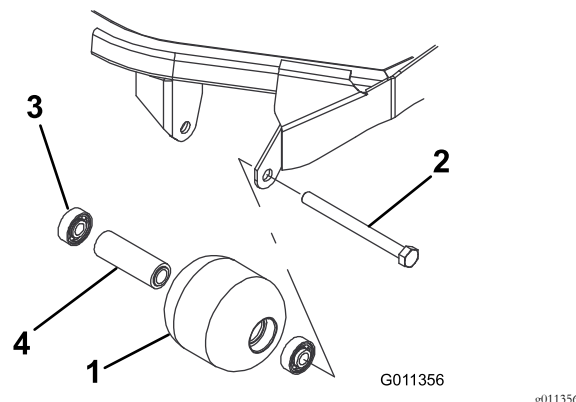

Bild 71
1. Entfernen Sie die Rollenbefestigungsschraube (Bild 71).
4. Prüfen Sie das Rollengehäuse, die Lager und das Distanzstück auf Beschädigungen (Bild 71). Tauschen Sie beschädigte Teile aus und bauen Sie alles wieder zusammen.
1. Drücken Sie das erste Lager in das Rollengehäuse (Bild 71). Drücken Sie dabei nur auf den äußeren Ring oder gleichmäßig auf die inneren und äußeren Ringe.
2. Setzen Sie ein Distanzstück ein (Bild 71).
3. Drücken Sie das zweite Lager in das Rollengehäuse (Bild 71). Pressen Sie dabei gleichmäßig auf den inneren und den äußeren Käfig, bis der innere das Distanzstück berührt.